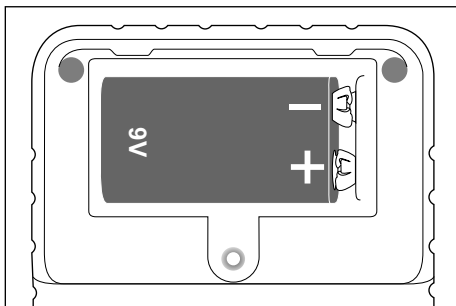

Fig. 2
- 2) Conecte la pila de 9 V **8** con la polaridad correcta (observe los símbolos + y -) en el conector de clip e introduzca la pila de 9 V **8** en el compartimento para pilas (consulte la fig. 2).